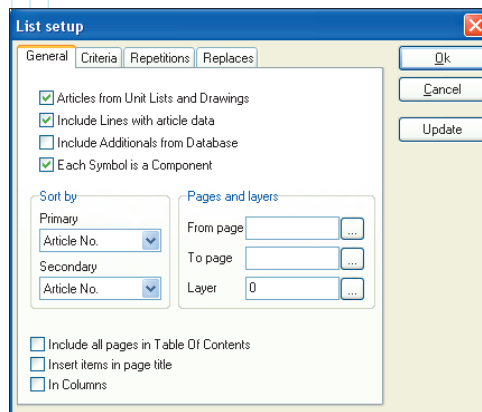

Рис. 39
- 2 Заполняем параметры в диалоговом окне, как показано ниже (рис. 39) и нажимаем *Update*. Если теперь посмотреть на перечень, можно убедиться, что информация из спецификаций чертежей элементов передана как нужно и перечень полностью соответствует истине.